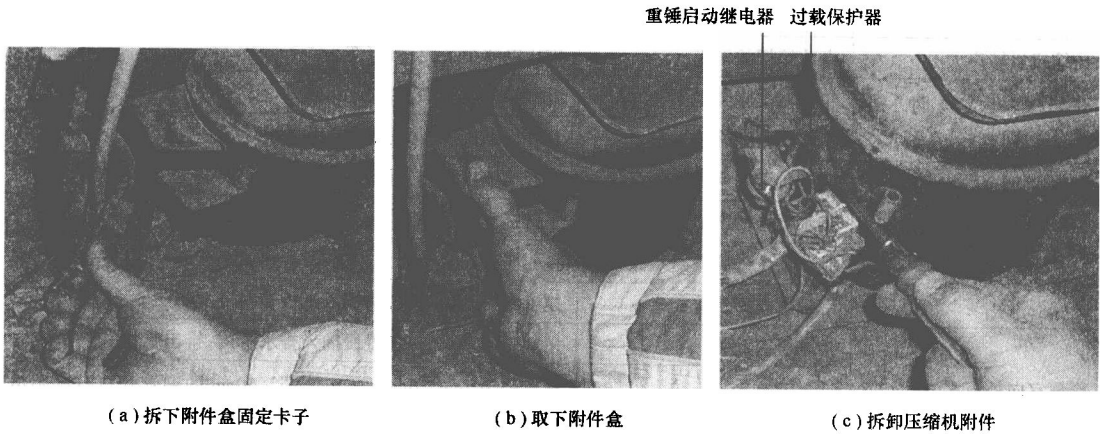
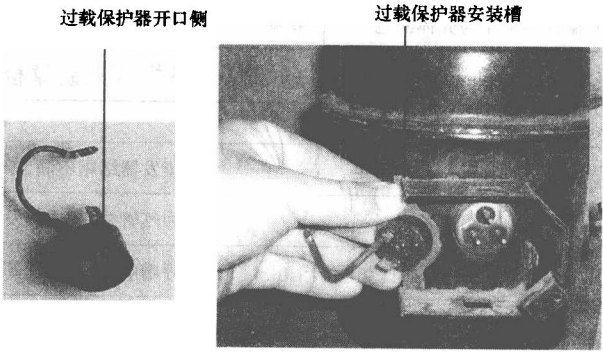

图 1-4 单系统直冷典型电冰箱压缩机附件的拆卸方法
图 1-5 压缩机附件安装要领
(2)压缩机附件拆装方法。图 1-4 是单系统直冷典型电冰箱压缩机及附件的拆卸方法,必须在拔掉电源插头后进行。安装是拆卸的逆过程,注意过载保护器的开口一定要向里,且插入到固定槽内,如图 1-5 所示,否则不能正确感知压缩机温度,失去过热保护功能,可能导致压缩机损坏。